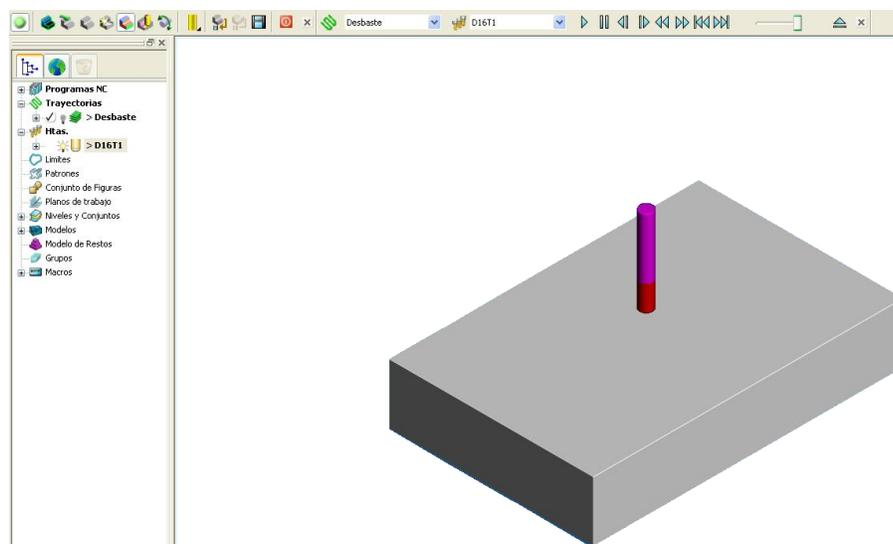

Figura 2.152 Entorno de simulación de ViewMill.
- En la Barra de Herramientas ViewMill, hacer clic en el botón Activa/desactiva ViewMill . El icono se pone de color verde , y se activa la ventana de simulación que inicialmente muestra un bloque gris claro en el fondo actual (Figura 2.152).